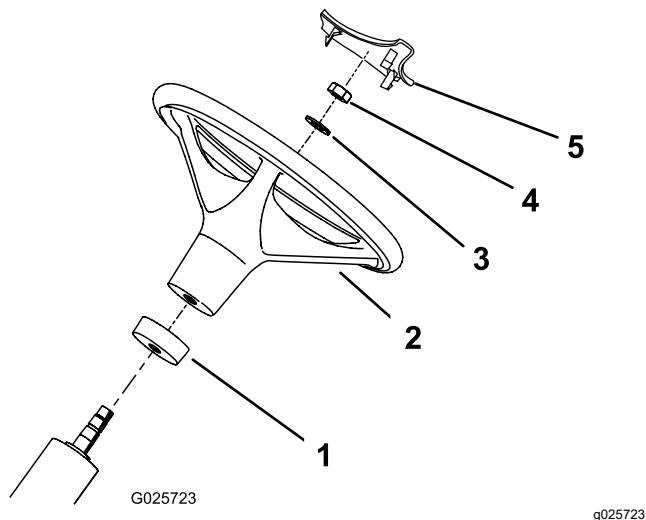

図 3
2. ウレタン製カラーを、径の小さい方からステアリングシャフトにはめ込む **図 3**。
3. ハンドルをステアリングシャフトにはめ込む (**図 3**)。
4. ハンドルをステアリングシャフトにはめ込み、ワッシャとロックナットで固定する **図 3**。
6. ステアリングハンドル用のカバーをハンドルの所定位置に押し込むようにして取り付ける **図 3**。